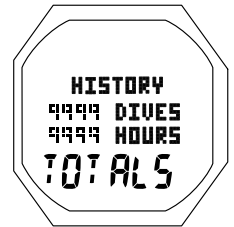

Fig. 55 - ÉCRAN HISTORY 1
**ÉCRAN HISTORY 1** : paramètres affichés (Fig. 55)